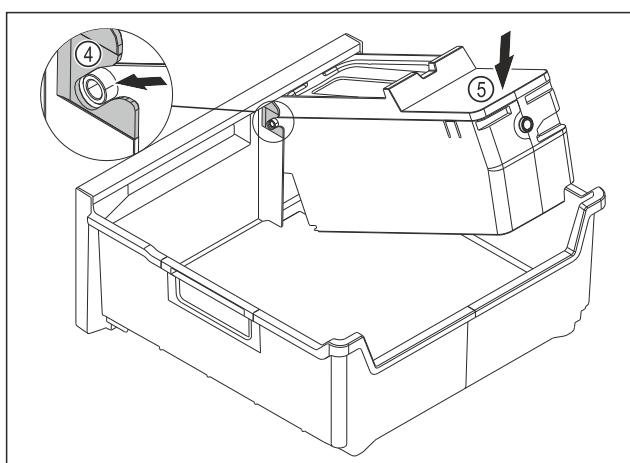

Fig. 116
- Смонтируйте корпус EasyTwist-Ice: Вставьте оси корпуса EasyTwist-Ice в направляющие Fig. 116 (4).
- Вдавите корпус EasyTwist-Ice Fig. 116 (5) вниз.